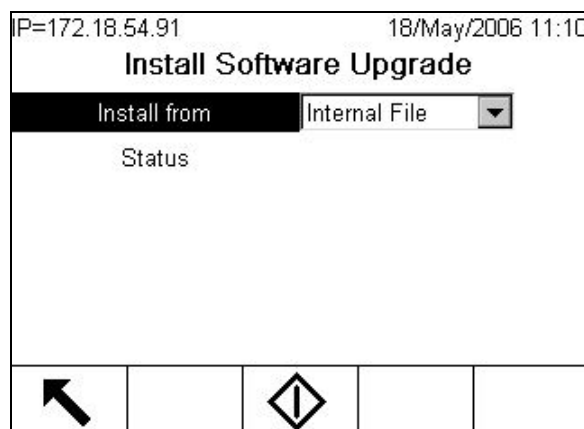

Figura 3-1: Pantalla de actualización de programas de instrucciones del fabricante
4. Use las flechas para mover el enfoque a Mantenimiento>Ejecutar>Instalar actualización de software. Cuando el nodo está enfocado, presione ENTER. La pantalla mostrada en la Figura 3-1 se abre.